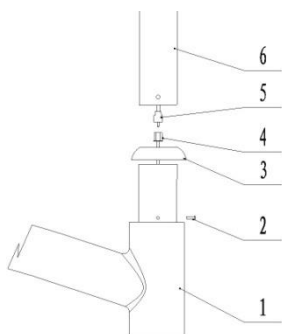

Рисунок 1
а) Соберите стойку светильника (рисунок 1): выкрутите болт M4 (2), протяните электрический провод из рычага светильника к стойке (5), соедините контакты 5 и 4. Вставьте стойку. Закрутите винт M4 (2).